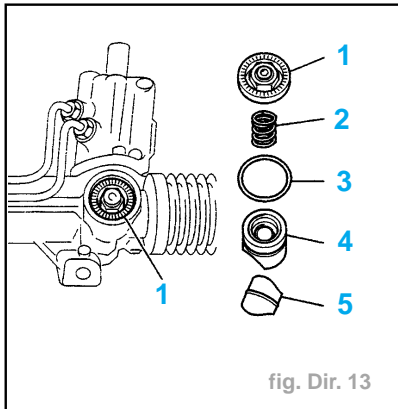

fig. Dir. 13
- Déposer (fig. Dir. 13) :
- la vis (1),
- le ressort (2),
- le joint torique (3),
- le poussoir (4),
- le segment (5).
- le segment (5),
- le poussoir (4) avec son joint torique